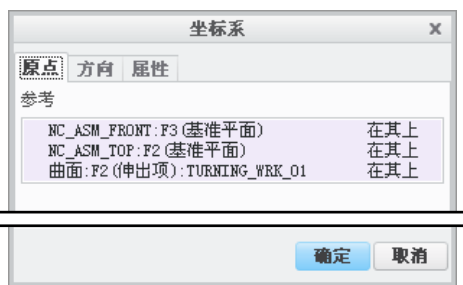
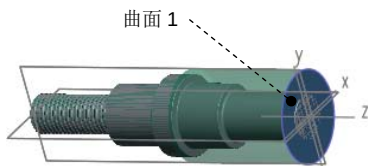

图 10.3.35 “坐标系”对话框
图 10.3.36 创建坐标系
Step1. 单击 **车削** 功能选项卡 **基准** 区域中的  **坐标系** 按钮, 系统弹出图 10.3.35 所示的“坐标系”对话框。然后按住 Ctrl 键依次选择 NC_ASM_FRONT、NC_ASM_TOP 基准平面和图 10.3.36 所示的曲面 1 作为创建坐标系的三个参考平面, 最后单击 **确定** 按钮完成坐标系的创建, 如图 10.3.36 所示。